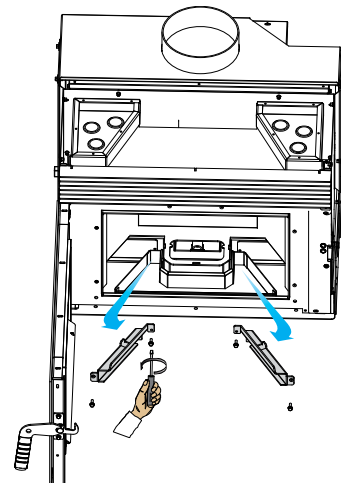

Abb. 7.17
- E) Die seitlichen feuerfesten Griffe der Innenplatten entfernen (Abb. 7.17),